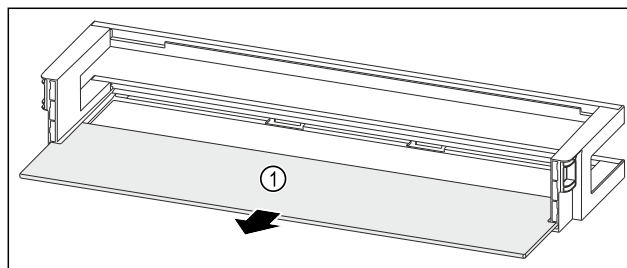

Fig. 238 Balconnet de contre-porte avec tablette de rangement
- Retirer la tablette de rangement Fig. 238 (1).